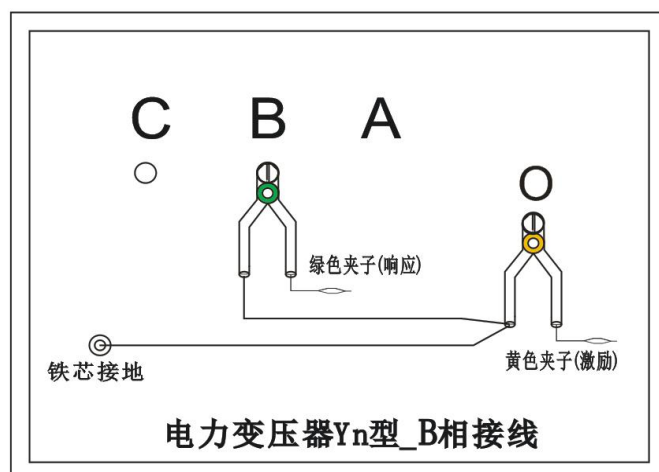

图 5
2.2.4 以上接线完成对三相 Yn 形的 B 相测量接线，如图 5。